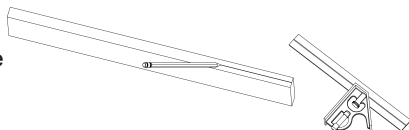

FIG. 8
** Lorsque vous aurez fixé votre Pocket Mill Pro, toutes vos coupes en continu seront les mêmes jusqu'à ce que vous modifiez la plaque d'assemblage. (Voir figure 8.)